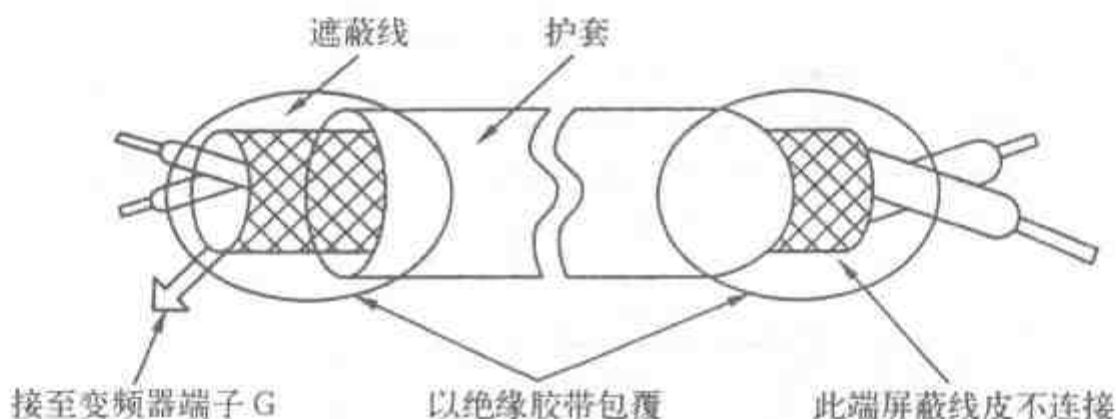

图 5-8 配线用屏蔽隔离绞线
(1) 控制回路配线必须与主回路控制线或其他高压或大电流动力线分隔及远离, 以避免干扰。
(2) 控制回路配线端子 F1、F2、FA、FB、FC (接点输出) 必须与其他端子分开配线。
(3) 为防止干扰、避免误动作发生, 控制回路配线务必使用屏蔽隔离绞线, 如图 5-8 所示。使用时, 将屏蔽线接至端子 G。配线距离不可超过 50m。